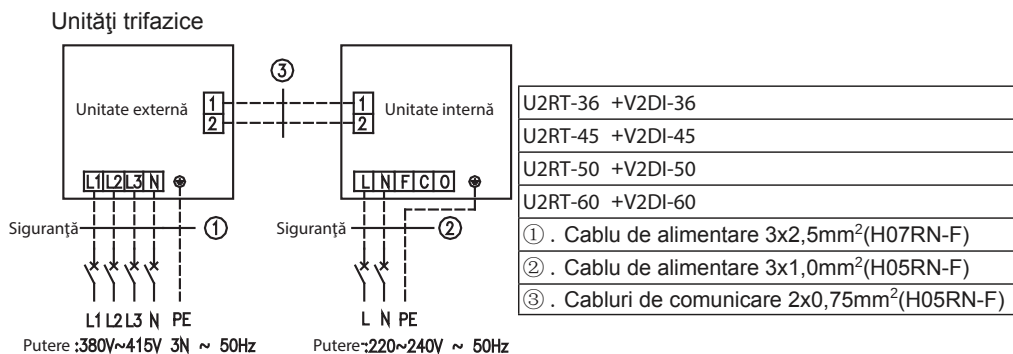

Fig.42
① .	Cablul de alimentare și firul supapei de aer proaspăt au tensiune înaltă, în timp ce cablul de comunicare și firul de conexiune al aparatului de comandă au tensiune joasă. Ele ar trebui să fie plasate separat ca să nu facă interferență magnetică.
② .	Liniile de înaltă și joasă tensiune ar trebui să treacă prin inele de cauciuc la capace diferite ale dozei.
③ .	Nu strângeți mănunchii firele de conexiune ale aparatului de comandă împreună cu cablul de comunicare, și nu le aranjați în paralel, cu excepția cazului în care ar apărea o funcționare inadecvată.
④ .	Liniile de înaltă și joasă tensiune ar trebui să fie fixate separat și în siguranță cu brățări interne mari în primul caz și cu brățări mici pentru cele din urmă.
⑤ .	Fixați cablul de conexiune interior/exterior și respectiv cablul de alimentare pe panoul de conexiune cu șuruburi. Conexiunile greșite pot cauza incendii.
⑥ .	În cazul în care cablul de conexiune al unității de interior (la unitatea de exterior) și cablul de alimentare sunt cablate incorect, instalația de aer condiționat poate fi avariată.
- ⑦ . Conectați așa cum trebuie cablul de conexiune al unității de interior pe baza marcajelor corespunzătoare prezentate în Fig. 42
- ⑧ . Împământați atât unitatea de interior cât și unitatea de exterior atașând un cablu de împământare.
- ⑨ . Unitatea trebuie să fie împământată conform codurilor locale și naționale.